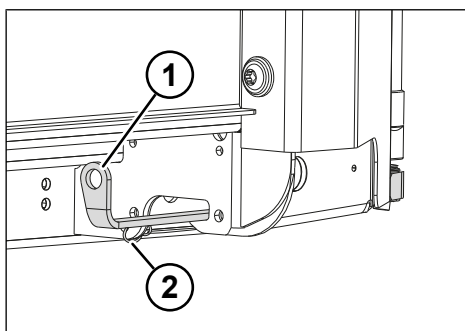

Fig. 6-25: Alavanca tensora versão 1
- ▶ Engate o gancho de segurança (ver "Fig. 6-25: Alavanca tensora", p. 84).